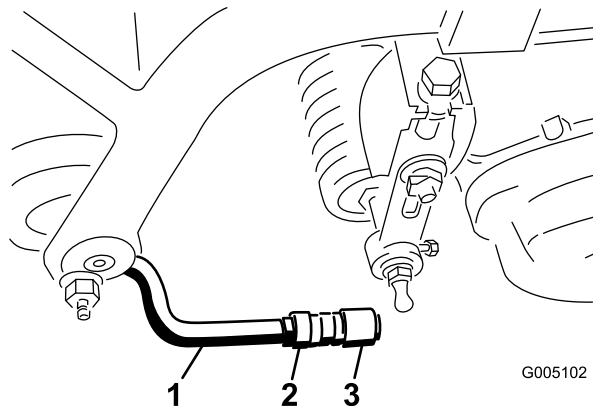

Figure 9
6. Alignez les douilles des rotules de sorte que le côté ouvert soit centré vers la sphère. Serrez les contre-écrous pour fixer les douilles de rotules en position (Figure 9).